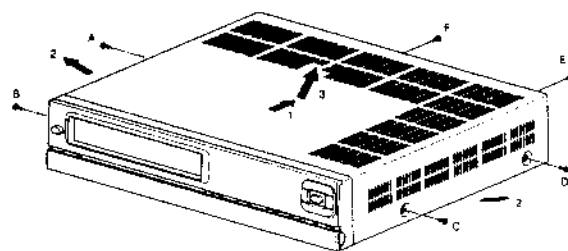

FIG. 2-1
- Die Schrauben A, B, C, D, E und F (siehe Fig. 2-1) lösen.